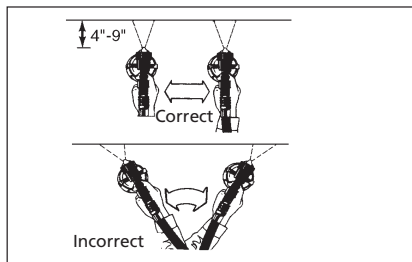

Figure 11 - Coups de peinture
1. Garder le pistolet à une distance de 10 à 23cm et parallèle à l'objet pulvérisé. (Voir Figure 11.) Si le débit du matériel est ajusté pour une configuration petite et étroite, il serait peut-être nécessaire de s'avancer aussi près que 5cm de la surface de travail.